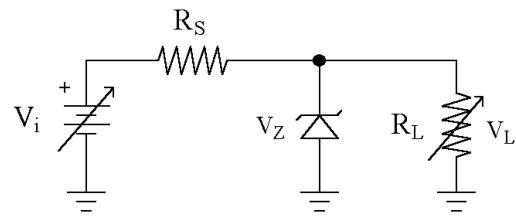

Figura 4.
**Questão 6** – Para o regulador zener da Figura 4, a tensão de entrada varia entre 20 e 22 V. Sendo  $R_S = 150$  ohms, o diodo zener com  $V_Z = 10$  V e a corrente na carga com tensão regulada igual a 60 mA, pede-se calcular os valores mínimo e máximo de  $I_Z$ ,  $P_Z$  e  $P_{RS}$ .